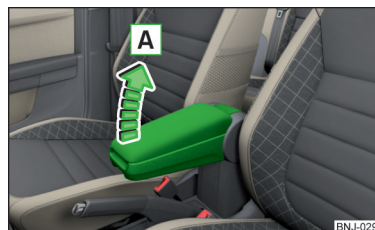

Fig. 69
- Para el **ajuste de altura**, elevar el apoyabrazos en el sentido de la flecha **A** en una de las posiciones de retención » fig. 69.